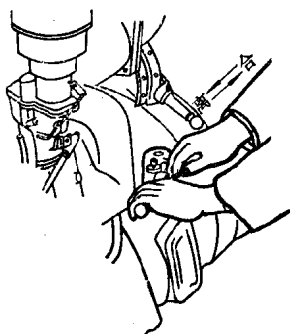

图 1-8 接合杆向后拉
(2) 起动后, 使起动机低速运转平稳, 然后扳开弯杆, 使节气门拉杆处于自由状态, 并适当开大阻风门, 让起动机高速运转。
(3) 将接合手柄向后拉, 使起动机小齿轮与发动机飞轮齿圈平稳结合(图1-8)。